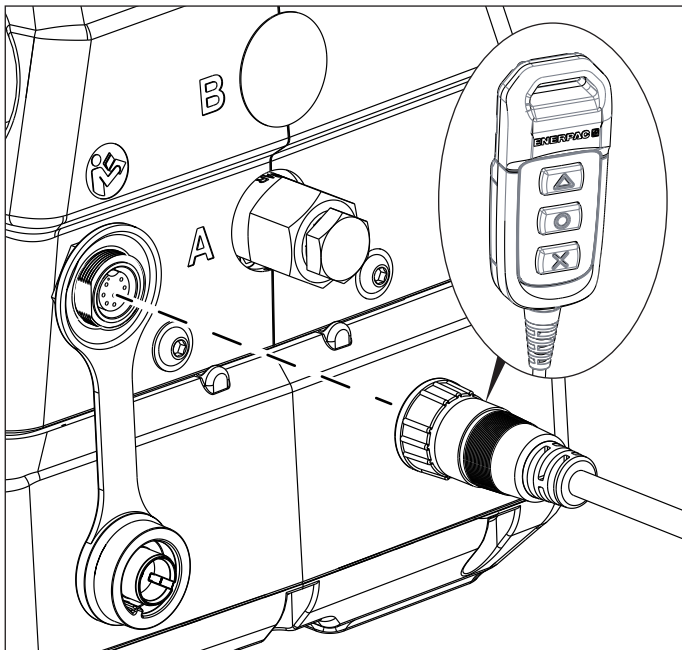

Figura 5: Conexão da Botoeira
1. Remova a tampa guarda pó do conector na frente da bomba e conecte o cabo da botoeira. Veja Figura 5.